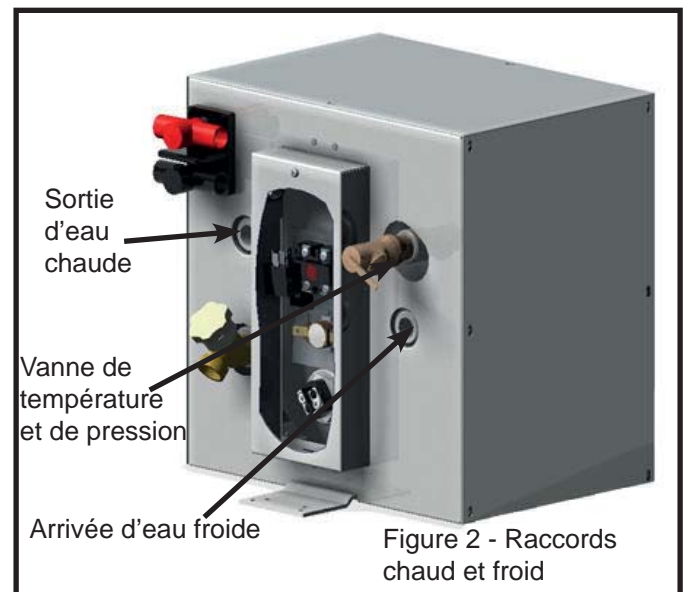

Figure 2 - Raccords chaud et froid
**Étape 2** Connectez l'alimentation d'eau froide et la sortie d'eau chaude au chauffe-eau (voir la Figure 2) à l'aide de raccords NPT de ½" ou de raccords WX1514/WX1524B pour un système de connexion rapide Whale®.